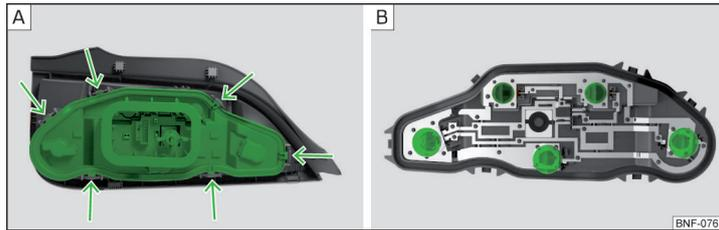

Abb. 180 Innerer Teil der Leuchte
- › Die Verriegelungslaschen am Lampenhalter drücken » Abb. 180 - **A** und den Halter aus der Leuchte herausnehmen.
- › Die jeweilige Glühlampe bis zum Anschlag **entgegen dem** Uhrzeigersinn drehen und aus dem Halter herausnehmen » Abb. 180 - **B**.